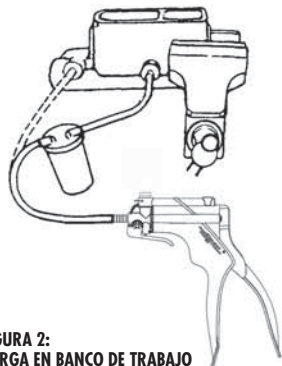

FIGURA 2:
- 3) Quite un tapón del cilindro maestro y conecte el adaptador apropiado a este orificio de salida del cilindro maestro. Conecte el tubo de la bomba al vaso del depósito y el tubo del vaso a la manguera al adaptador (FIGURA 2).